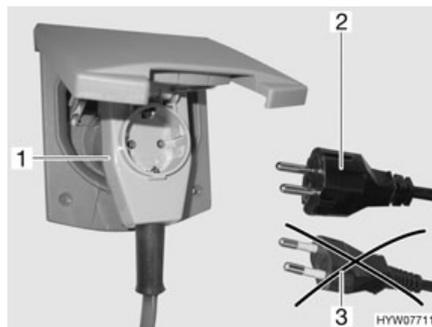

Fig. 163 Conexión a un conector con salida lateral del cable con caja de enchufe
- ▶ Al utilizar un acoplamiento acodado CEE 17, con caja de enchufe incorporada en el lado trasero (Fig. 163,1), emplear únicamente un conector IP 44 de goma impermeable, con contacto protector (Fig. 163,2). No utilizar conector sin contacto protector (Fig. 163,3). ¡Peligro de electrocución!